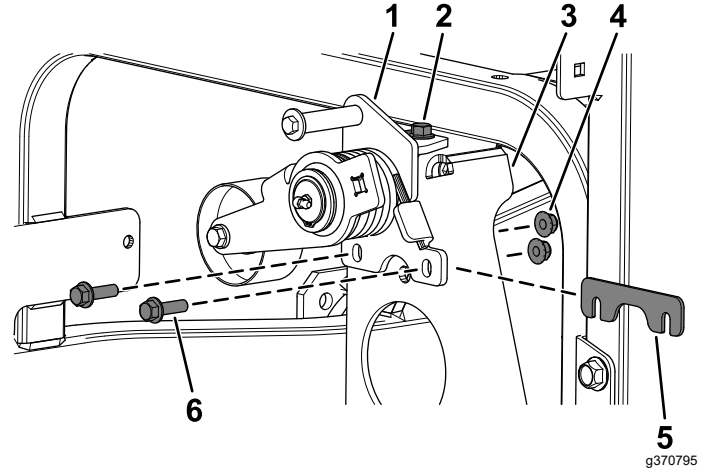

Figura 3
5. Fissate la zeppa del perno dietro il gruppo perno del tendicinghia e la staffa di montaggio della pompa utilizzando 2 bulloni a testa flangiata ($\frac{3}{8}$ " x $1\frac{1}{4}$ ") e 2 dadi di bloccaggio ($\frac{3}{8}$ ") come illustrato nella Figura 3.
6. Serrate il bullone a testa flangiata ($\frac{3}{8}$ " x 1") che fissa la parte superiore del gruppo perno del tendicinghia alla staffa di montaggio della pompa (Figura 3).